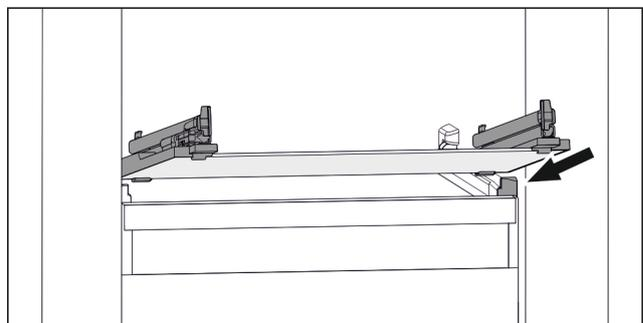

Fig. 130 Beispielhafte Darstellung der Glasplatte
- ▶ Glasplatte schräg hinter den Stoppern aufsetzen. (siehe Fig. 130)